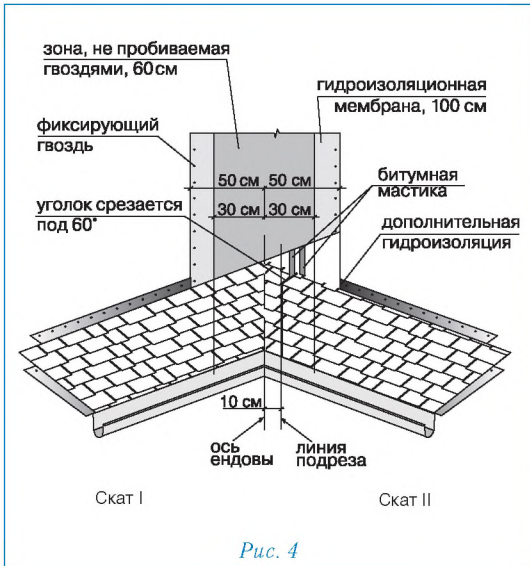

Рис. 4
Ендова (рис. 4)
- лист, подходящий к ендове со ската II, должен доходить до линии подрезки и обрезаться по ней. Верхний уголок обрезанного края листа подрезается под углом 60° (5×3 см — рис. 4);